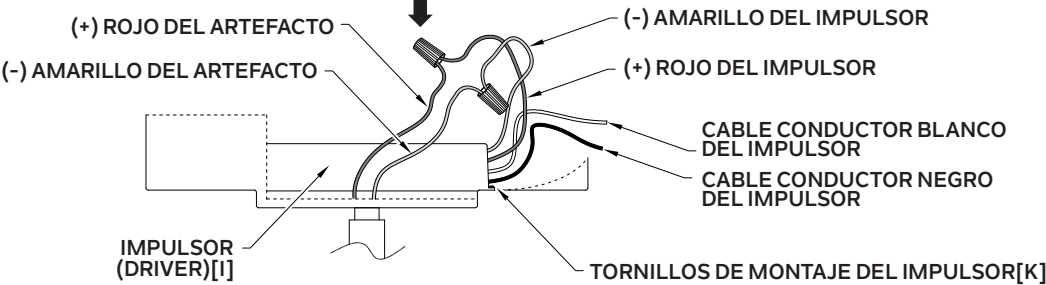

Fig. 1
- Afloje los tornillos de montaje del impulsor **[K]** y retire el impulsor **[I]** de la cubierta **[F]** (See Fig. 1). Guarde los tornillos de montaje del impulsor y el impulsor.